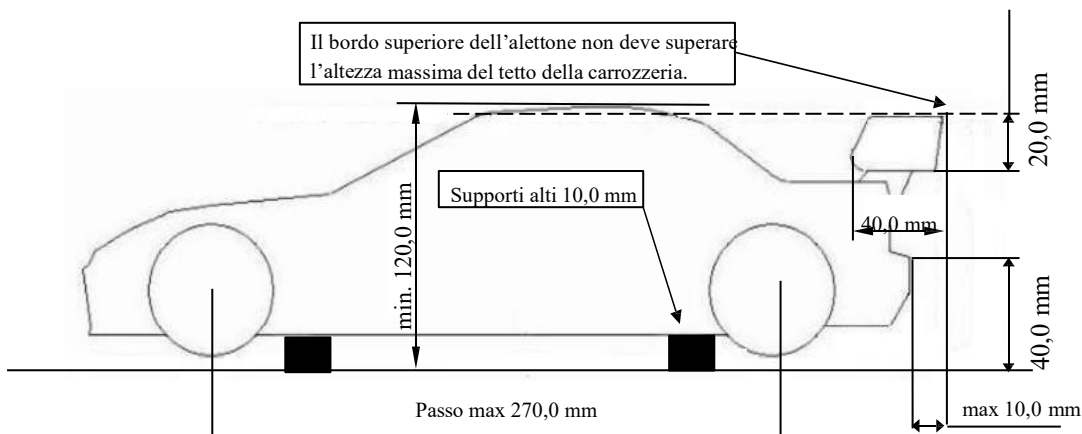

Figura 2: Dimensioni generali modello 1/10 Touring EP
- 10.01.07.4** Gli automodelli dovranno mantenere i seguenti valori di dimensione e peso (vedi Figura 2):